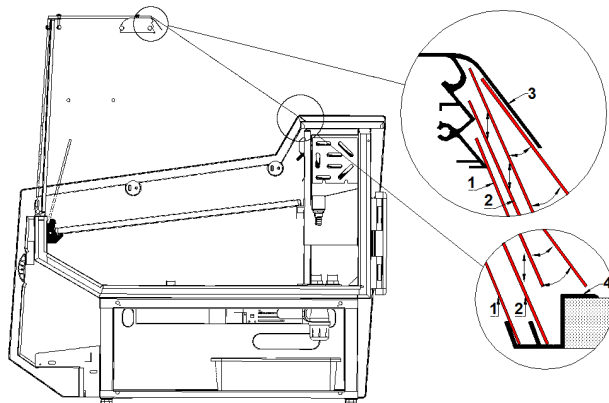

Abb. 5. Montage / Demontage der Nachtdeckungen
1. Die Ausstellungsfächer einstellen, indem diese auf den Aluwinkeln unterstützt werden Abb.5/4;5 (S.32)